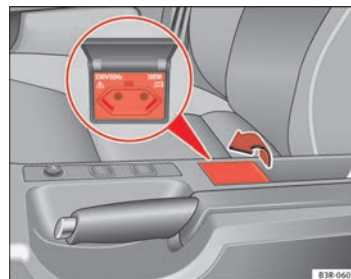

Abb. 126 Mitte der Mittelkonsole: 230-Volt-Steckdose.
- Die Kappe zum Öffnen anheben ⇒ Seite 155, Abb. 126.